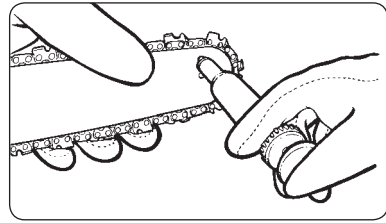

Abb. 23
3. Verwenden Sie die Ölspritze (nicht im Lieferumfang erhalten), Stecken Sie die Nadelspitze der Ölspritze in das Ölungsloch und spritzen Sie das Öl hinein, bis es an der Außenseite der Zahnung hervortritt (Abb. 23).